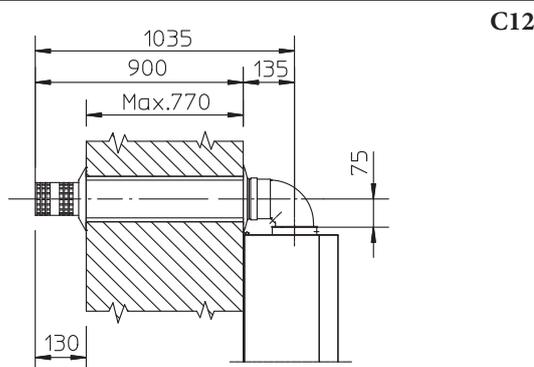

Fig. 1-14
- Applicazione con uscita posteriore (Fig. 1-14). La lunghezza del tubo di 970 mm permette l'attraversamento di una parete di spessore massimo di 770 mm. Normalmente sarà indispensabile accorciare il terminale. Determinare la misura sommando questi valori: Spessore parte + sporgenza interna + sporgenza esterna. Le sporgenze minime indispensabili sono riportate in figura.